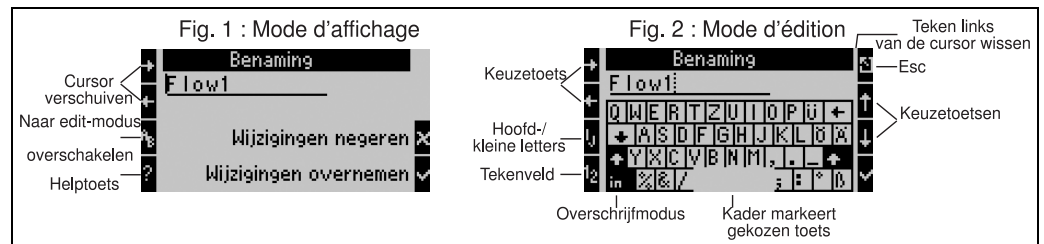

Fig. 18: Voorbeeld: wijzigen van een naam met palmttoetsenbord
1. Met de pijltoetsen de cursor rechts voor het teken plaatsen, voordat een teken moet worden ingevoegd. Indien de totale tekst moet worden gewist en opnieuw moet worden geschreven, cursor geheel rechts plaatsen. (→ Fig. 18, fig. 1)
3. Met ij/IJ en ½ toets het toetsenbord met grote/kleine letter of cijfers kiezen. (→ Fig. 18, fig. 2)
4. Met pijltoetsen gewenste toets selecteren en met vink bevestigen. Indien u tekst wilt wissen, toets geheel rechtsboven kiezen. (→ Fig. 18, fig. 2)
6. Esc-toets indrukken, om van de edit-modus naar de aanwijsmodus over te schakelen en de veranderingen met de vink-toets overnemen. (→ Fig. 18, fig. 1)
- In de edit-modus (→ Fig. 18, fig. 2) kan de cursor niet worden bewogen! Ga met de Esc-toets naar het voorgaande venster (→ Fig. 18, fig. 1) om de cursor op het teken te plaatsen, die moet worden gewijzigd. Dan weer de AB-toets indrukken.